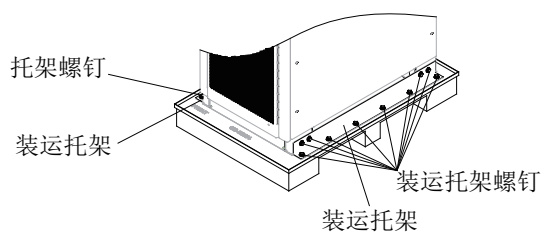

图4-4: 拆除装运托架
4. 拆除机柜四周固定 L 型支架的螺丝，移除 L 型支架（图 4-4）。请将前后拆除的 8 颗螺丝重新锁回机柜地脚。请保存好装运托架和固定五金件，以备后用；
2. 用户将 UPS 机柜前后地脚挡板取下，地脚挡板位置请参见图 4-4